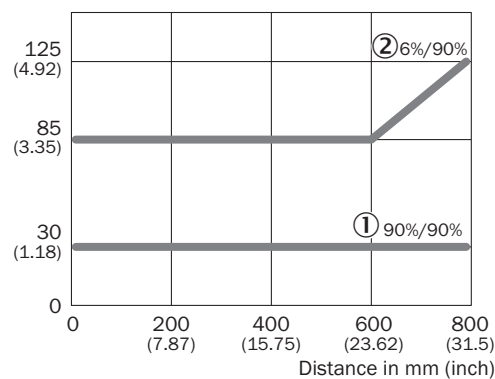

Abbildung 11: Mindestabstand Objekt zu Hintergrund
5. Schaltabstand und Distanz zum Objekt bzw. Hintergrund, sowie Remissionsvermögen des Objektes beachten. siehe Abbildung 11, Seite 30